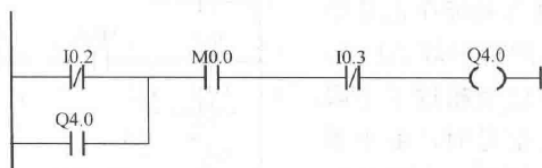

图 5-34 水阀控制程序梯形图
- 2) 水阀控制程序。水阀控制程序梯形图如图 5-34 所示。